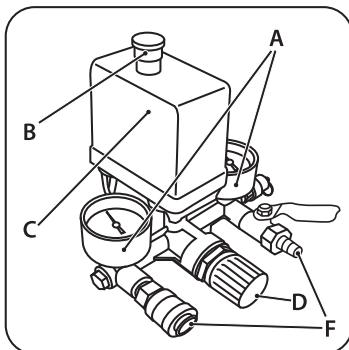

рис. 11
Для запуска проверить, что переключатель реле давления находится в положении «Выкл» («OFF») (рис. 11). Вставить вилку в сетевую розетку или подключить ток плавным выключателем-автоматом (если он имеется) и запустить компрессор при помощи выключателя реле давления, переводя его в положение «Вкл» («ON») (рис. 11).
По истечении времени обкатки закрыть клапан слива конденсата и проверить, чтобы компрессор нагнетал воздух в ресивер и останавливался автоматически по достижении максимального рабочего давления, указанного на индикаторе манометра (A) (рис. 11).
Компрессор работает полностью автоматически при помощи реле давления (C) (рис. 11), останавливающего двигатель по достижении максимального давления и запускающего компрессор при падении давления до минимального установленного уровня (на 2 бара меньше максимального рабочего давления).
Для правильного использования компрессора проверьте оптимальное значение давления для инструмента, которым вы должны пользоваться. При помощи выходного редуктора и манометра расхода выходного воздуха возможна регулировка выходного давления сжатого воздуха. Для выполнения этой операции нужно повернуть вентиль редуктора (D) по часовой стрелке для увеличения давления, а против часовой стрелки — для уменьшения давления. По окончании работы рекомендуется перевести значение выходного давления на нуль по манометру (A) (рис. 11). Эта операция нужна для предотвращения увеличения погрешности и быстрого износа редуктора.
Подключение пневматического инструмента к компрессору осуществляется с помощью выходного быстросъемного штуцера (F) (рис. 11).